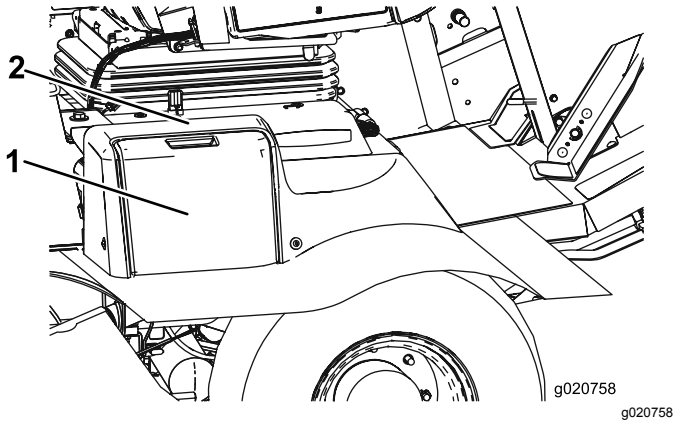

Figura 80
1. Abra a cobertura da bateria no lado do resguardo (Figura 80).
Nota: Pressione a superfície plana por cima da cobertura da bateria para facilitar a remoção da cobertura (Figura 80).